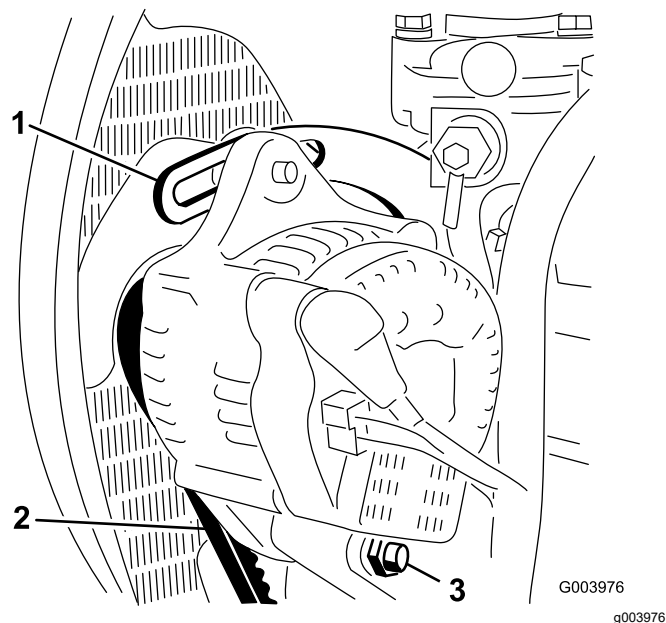

Figura 110
- Verifique a tensão da correia do alternador, premindo-a (Figura 110) até meio caminho entre as polias do alternador e da cambota com uma força de 10 kg.
- Desaperte o parafuso que prende o alternador ao suporte e o parafuso da articulação do alternador (Figura 110).